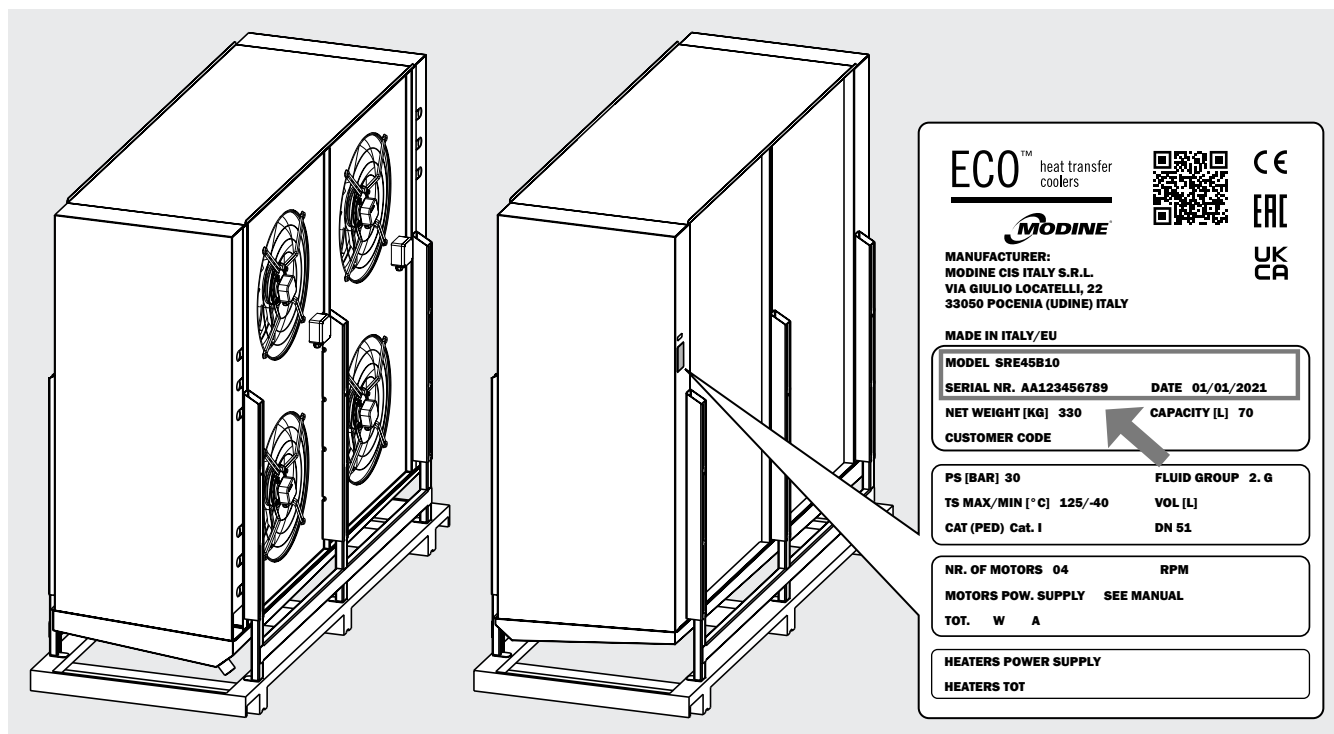

Figure 1
- 3.1 Pour toute communication, demande d'assistance ou de pièces détachées, indiquer le nom du modèle et le numéro de série figurant sur la plaque signalétique. Voir la Figure 1.